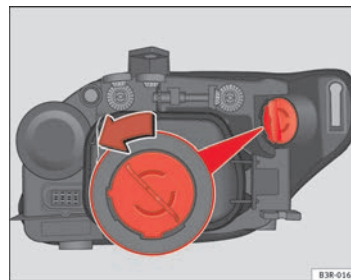

Fig. 195 Ampoule du clignotant
- Tournez le porte-ampoule dans le sens inverse des aiguilles d'une montre en le saisissant par la poignée ⇒ fig. 195. Retirez le support et l'ampoule.